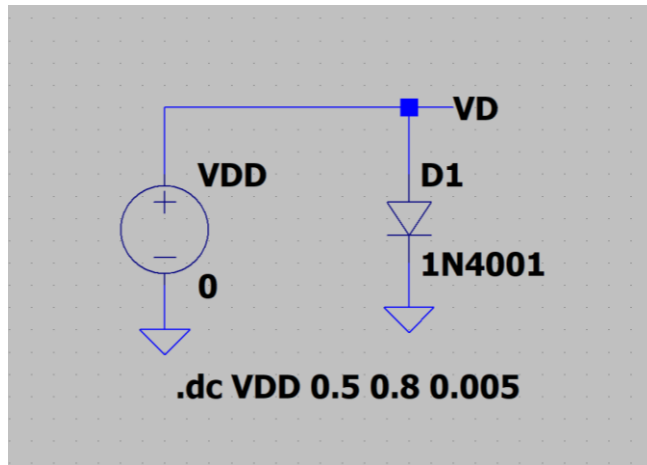

Figura 3. Trazador de características i-v en LTspice.
1. Diseñar una simulación en LTspice para trazar la característica i-v del diodo 1N4001. En su cuaderno de laboratorio [o en una pieza separada de papel gráfico lineal que puede insertar en su cuaderno de laboratorio] trazar la característica i-v del diodo para corrientes de hasta 20 mA. Repita esta gráfica en papel semilogarítmico, utilizando la escala logarítmica para el eje y [corriente]. La figura 3, muestra una simulación elemental en LTspice que permitiría realizar esta tarea.